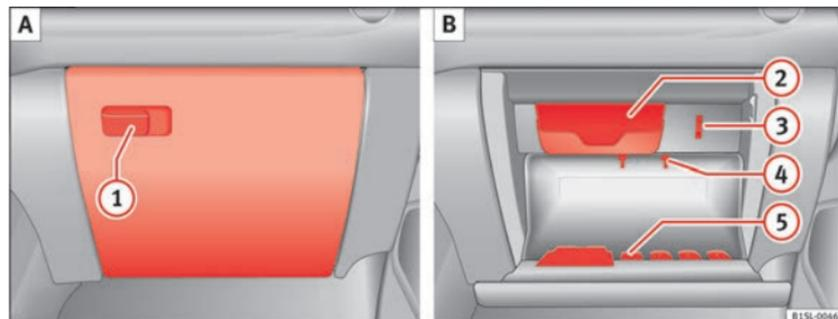

Fig. 75 Portaoggetti con coperchio sul lato del passeggero
Tirare la maniglia per *aprirlo* ⇒ fig. 75 (1).